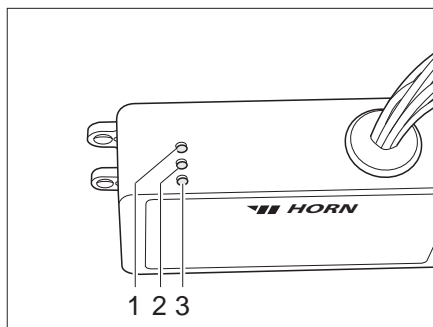

Fig. 198 Aparato regulador
El aparato regulador (Fig. 198) está montado en el armario ropero. Las luces de control del aparato regulador tienen el siguiente significado:
- La luz de control (Fig. 198,2) se enciende verde: Regulación en funcionamiento.
- La luz de control (Fig. 198,1) se enciende roja: Se está calentando el depósito de aguas residuales.
- La luz de control (Fig. 198,3) se enciende roja: Las tuberías de aguas residuales se calientan.